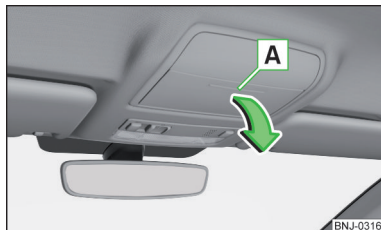

Fig. 88
- Per l'**apertura** premere sulla parte superiore dello scomparto portaocchiali nell'area **A**. Lo scomparto si apre nella direzione indicata dalla freccia » fig. 88.